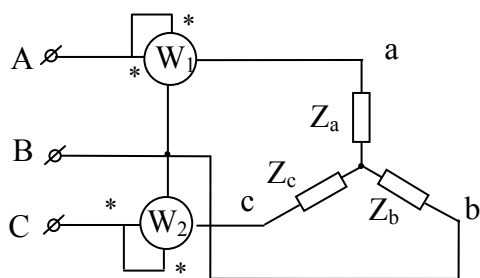

Рис. 3.5.7
3.5.7. Определить характер нагрузки и сопротивления фаз симметричного приемника соединенного звездой, изображенного на схеме рисунок 3.5.7, если линейное напряжение на входе схемы  $U=380$  В, ток  $I=4,4$  А и показания двух ваттметров равны  $P_1=1665$  Вт,  $P_2=707$  Вт.